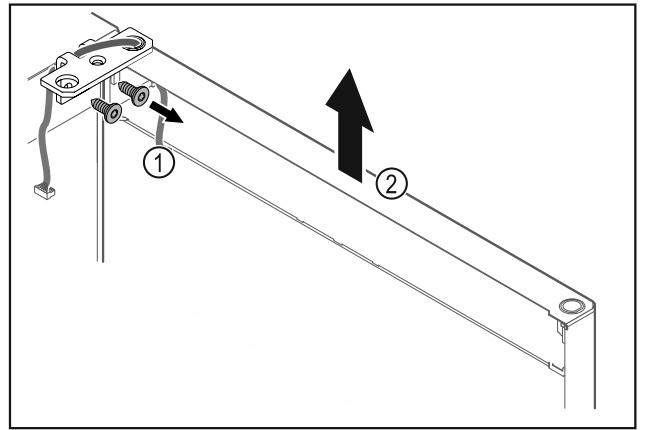

Fig. 19
- ▶ Scharnierhoek Fig. 19 (1) losschroeven.
- ▶ Deur inclusief scharnierhoek Fig. 19 (2) circa 200 mm recht omhoogtillen en verwijderen.